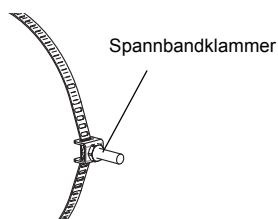
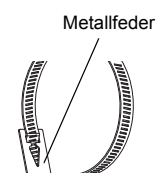

Abb. 9.11: Spannband mit Spannbandklammer
Abb. 9.12: Spannband mit Metallfeder
- Schieben Sie das Spannband durch die Spannbandklammer (siehe Abb. 9.11).
- Schieben Sie das Spannband durch Spannbandklammer und Metallfeder (siehe Abb. 9.11 und Abb. 9.12).